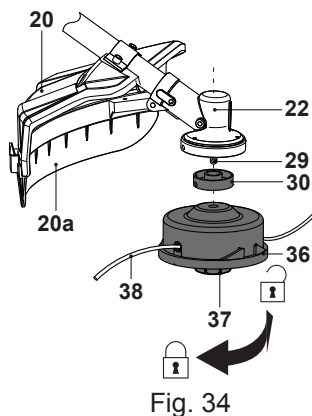

Fig. 34
- > Si le fil est terminé, remplacez la bobine par une nouvelle du même type ou alimentez le fil de coupe (38).
- > Introduire la clé hexagonale 4 mm (44) comme tige de blocage de la broche.
- > Retirez la tête de coupe (36) après l'avoir dévissée (Fig. 34).